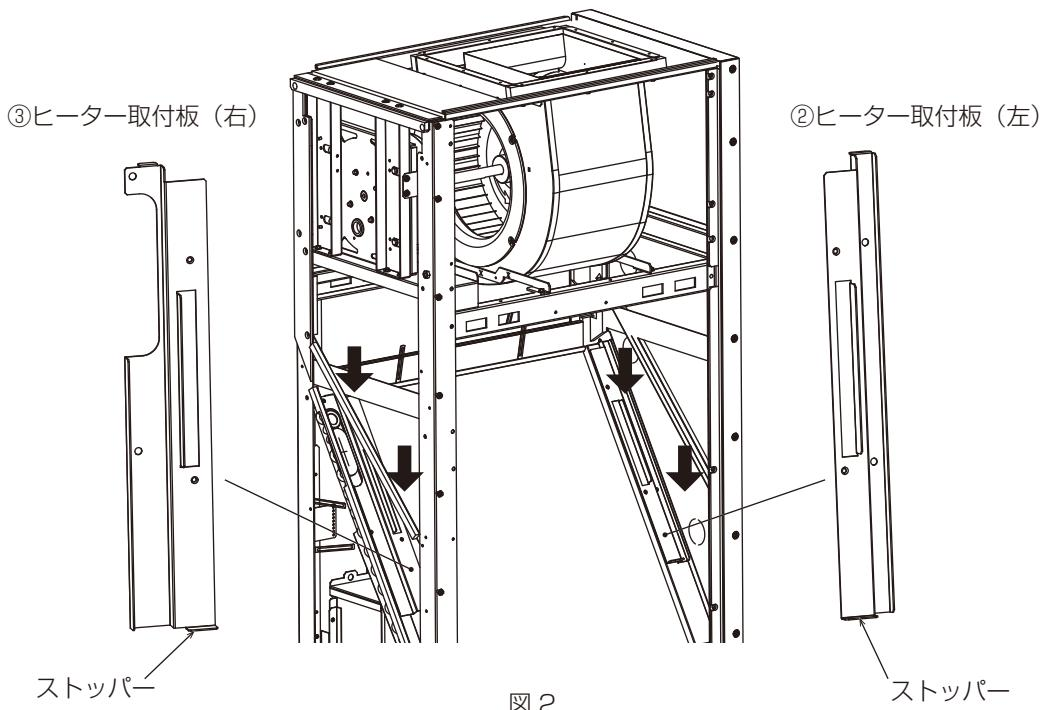

図 2
1) ②③ヒーター取付板（左）（右）のストッパーが後ろになるようにそれぞれ図 2 のように⑩タップタイトネジを使ってねじ止め（2箇所）してください。